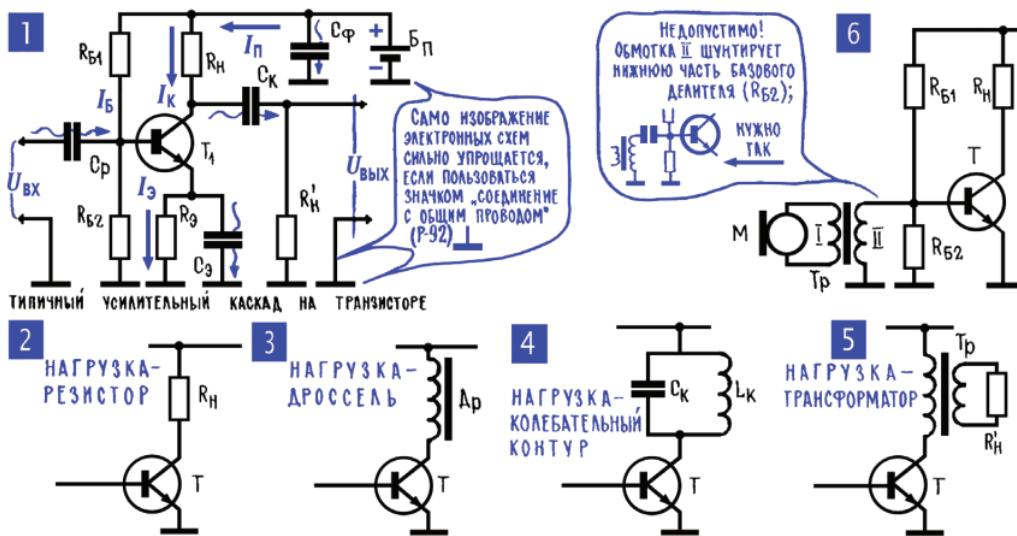

Рис. 10.10. Усилительный каскад на транзисторе
**19. Транзисторные схемы находят все более широкое применение.** То, что в самых разных электронных схемах встречаются одни и те же схемотехнические решения, подтверждает еще и рис. 10.10, на котором показаны некоторые фрагменты транзисторных усилительных каскадов. Этот рисунок возвращает нас из области ламповых усилителей к транзисторным, с которыми мы уже не расстанемся. Такая «транзисторизация» связана с важными достоинствами транзисторов. С их долговечностью, малыми габаритами, экономичностью: для создания одной и той же «мощной копии» транзисторный усилитель потребляет от источников питания в несколько раз меньше энергии, чем ламповый. Это особо важно для переносной аппаратуры – здесь экономное расходование электроэнергии позволяет резко уменьшить вес батареи. Кроме того, транзистор привлекает своей неприхотливостью в части питания – на анод лампы нужно подать десятки, а то и сотни вольт; на коллектор транзистора – всего несколько вольт; для питания лампы нужно иметь два напряжения – накальное и анодное, транзистор обходится одним источником питания. Когда в начале 1950-х появились первые транзисторы, мало кто думал, что они так хорошо смогут заменить лампы: у транзисторов в то время было очень много недостатков. Сначала они работали только на низких частотах; их параметры даже
**Примечание редактора.** В дальнейшем процесс повторился при переходе от транзисторов к интегральным схемам: если питание типичной ламповой схемы составляет 80–150 В (плюс обязательный мощный источник накала катода), то транзисторной – уже 9–12 В. А питание интегральной схемы может не превышать 3–5 В и даже менее, при одновременном снижении тока потребления в десятки и сотни раз. Кроме того, транзисторы и интегральные схемы имеют несравненно меньшие габариты, и еще в транзисторной электронике пришлось отказываться от многих типовых решений, присущих ламповой электронике: таких как применение трансформаторов и дросселей (см. «Примечание редактора» в гл. 6; 24). Поэтому многие указанные далее схемотехнические решения, связанные с применением намоточных изделий (особенно такие, как на рис. 10.10; 5), уже давно не применяются на практике.
**20. Типичный усилительный каскад на транзисторе.** В первой из схем на рис. 10.10; 1 нам встречаются «знакомые все лица» – нагрузка  $R_{\text{h}'}$ , делитель  $R_{\text{b}1} / R_{\text{b}2}'$ , с которого подается смещение на базу (рис. 10.3), переходной конденсатор  $C_{\text{k}}$ , через который ответвляется на резистор  $R'_{\text{h}}$  часть переменной составляющей коллекторного тока. И чем меньше сопротивление  $R'_{\text{h}}$ , тем большая часть идет через него и меньший ток замыкается через нагрузку  $R_{\text{h}}$ . Кстати, цепочка  $C_{\text{k}} R'_{\text{h}}$  представляет собой делитель напряжения.
В транзисторных усилительных каскадах так же, как и в ламповых, в качестве нагрузки могут использоваться катушка (дронсель), колебательный контур, и, кроме того, нагрузка может включаться в коллекторную цепь через трансформатор (рис. 10.10; 3, 4, 5). А вот соединение базы с эмиттером через небольшое сопротивление источника сигнала, скажем через микрофонный трансформатор (рис. 10.10; 6), в транзисторном усилителе по схеме рис. 10.10; 1 уже невозможно, потому что это небольшое сопротивление войдет в делитель  $R_{61} / R_{62}$  и резко уменьшит сопротивление его нижнего участка, постоянное смещение на базе практически исчезнет, транзистор окажется запертым. Источник сигнала с малым собственным сопротивлением приходится подключать к базе через разделяющий конденсатор  $C_p$ : он легко пропускает переменное напряжение (усиливаемый сигнал) и не позволяет источнику сигнала шунтировать нижнюю часть делителя по постоянному току.